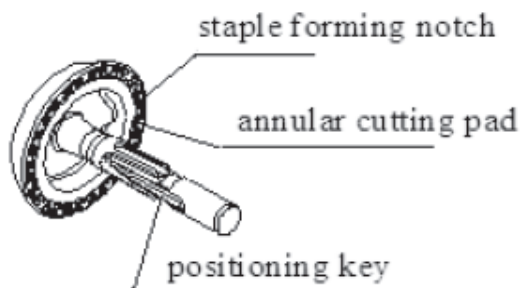
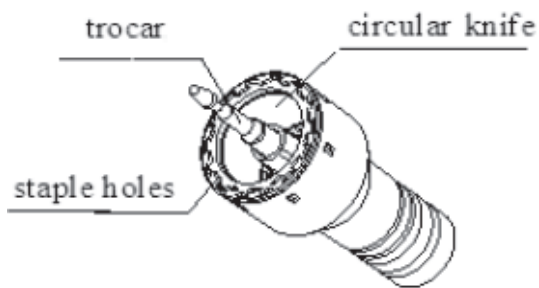

Fig. 1
Fig. 2
2. El sujetador de grapas (Fig. 2) se expone después de retirar el yunque (Fig.1). En el soporte de grapas, hay una cuchilla circular y dos círculos de orificios de soporte de grapas intercalados, donde se encuentran las grapas.